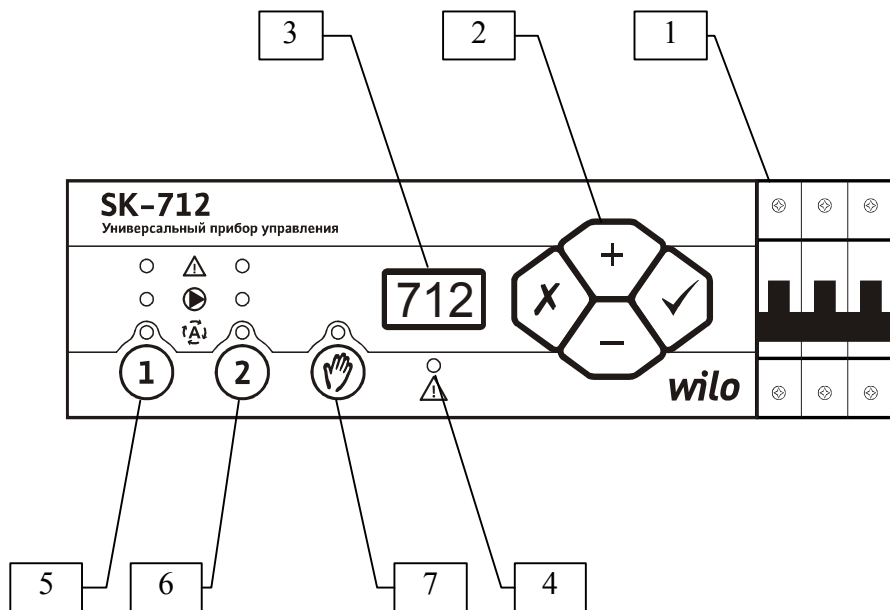

Рис. 2 Внешний вид прибора
5.2 Внешний вид прибора (рис. 2)